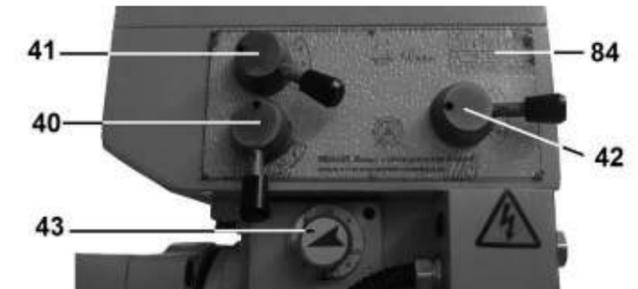

Рис. 28
10.2.2. Выбор режимов частоты вращения вертикального шпинделя (13) производится переключателями (40, 41, 42):
- (40) - (I - II),
- (41) - (A - B),
- (42) - (L - H) «низкая (L) – высокая (H)» (Рис. 28).
10.2.4. Регулятором автоподачи вертикального шпинделя (43) выберите необходимый режим автоподачи шпинделя (13) (Рис. 28).